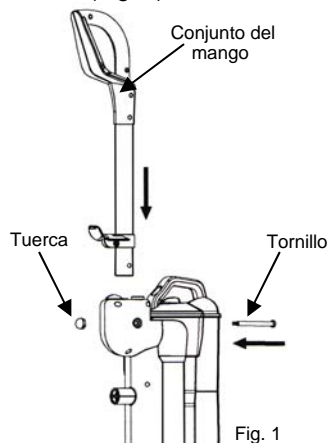

Fig. 1
1. Coloque el mango en el orificio de arriba de la unidad. Asegúrese de que la ranura del mango encaje correctamente dentro de la abertura. (Fig. 1)
2. Inserte primero la tuerca en la unidad. Luego, sosteniendo la tuerca con su pulgar, inserte el tornillo. Ajuste el tornillo en la tuerca usando un destornillador plano o el borde de una moneda. (Fig. 1)